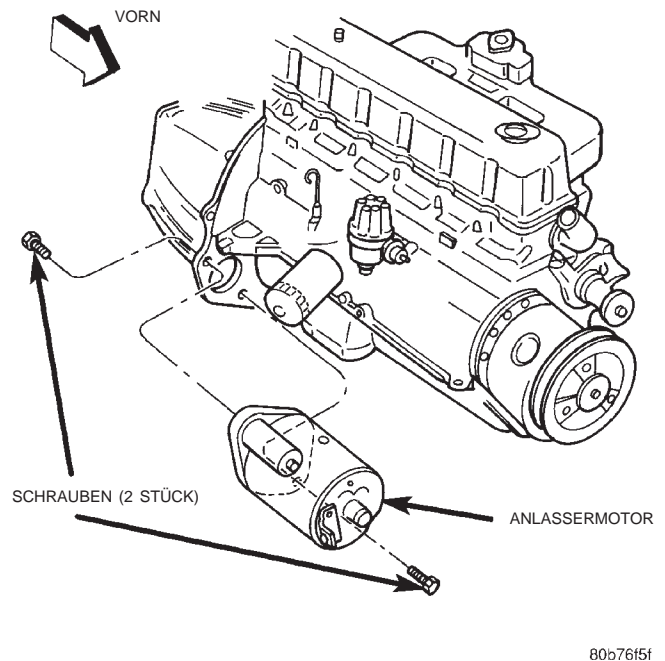

Abb. 13 Anlassermotor aus- und einbauen—4.0L-Motor
(1) Batterie-Minuskabel (-) abklemmen und elektrisch isolieren.
(2) Fahrzeug anheben und sicher abstützen.
(3) Die untere (nach vorn weisende) Befestigungsschraube des Anlassermotors lösen (Abb. 13).